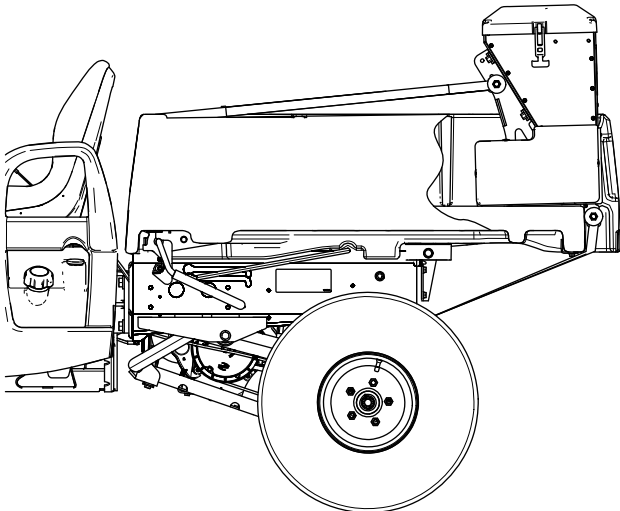

Bild 19
2. Schieben Sie den Streuer auf die Ladepritsche des Nutzfahrzeugs, bis die Anschläge die Ladepritsche berühren (Bild 19).